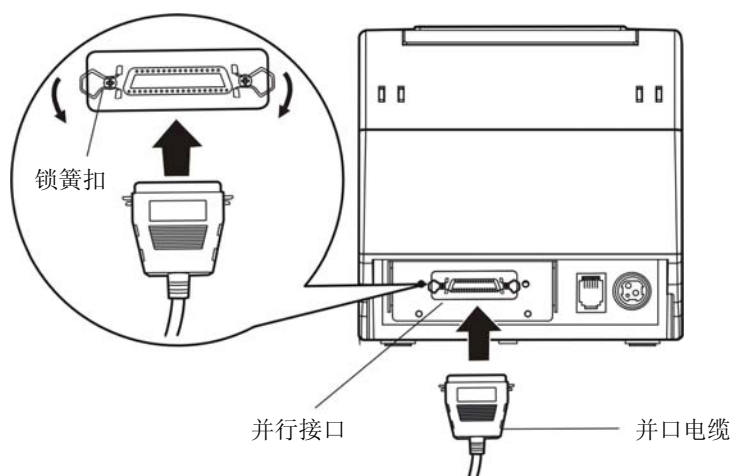

图 2-2 连接并口电缆
1. 关闭计算机和打印机电源开关，将并口电缆插头连接到打印机的并行接口，扣上连接器两侧的锁簧扣，固定并口电缆（如图 2-2 所示）。